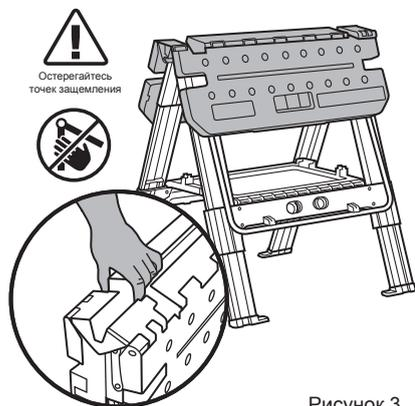

Рисунок 3
4. Полностью откройте ножки, пока лоток для инструментов не станет плоским. Ножки стола и лоток для инструментов должны иметь форму буквы "А". (Рисунок 3)